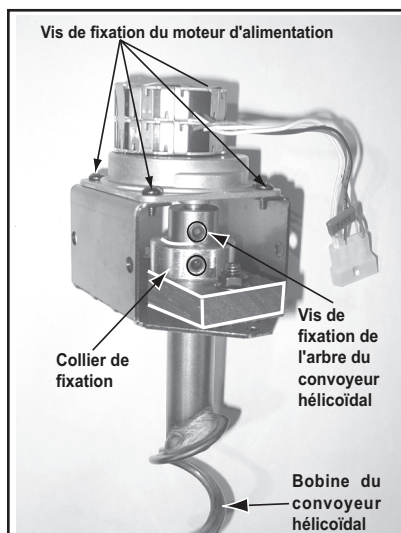

Figure 25.2
- Desserrez la vis de fixation qui fixe l'arbre du convoyeur hélicoïdal à l'arbre du moteur d'alimentation. **Figure 25.2.**
- Retirez les quatre vis qui fixent le moteur d'alimentation au support. Soulevez l'ancien moteur et remplacez-le par le nouveau moteur. Fixez-le avec les vis. **Figure 25.2.**